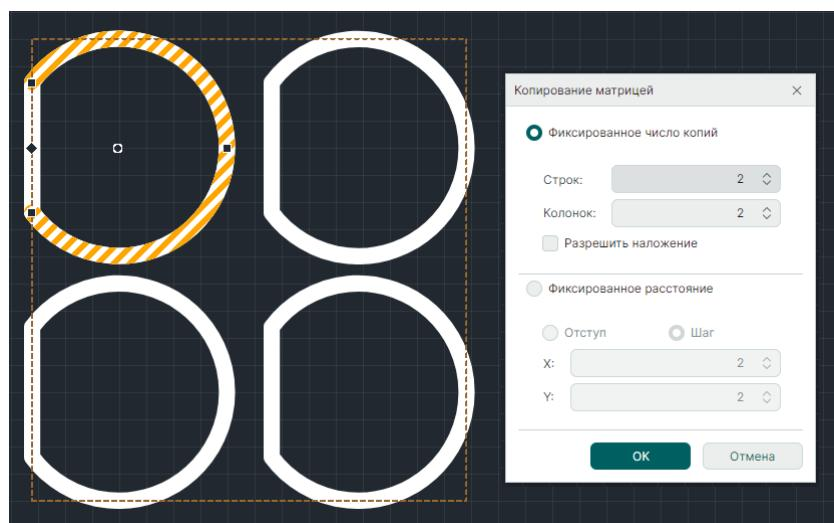

Рис. 296 Фиксированное число копий. Размещение
- «Фиксированное число копий», см. Рис. 296.